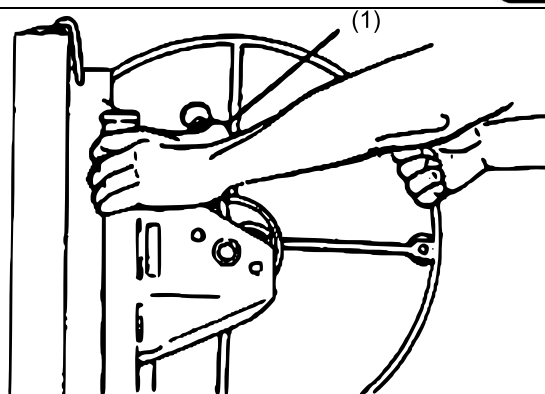

Figure 3
roue du treuil tout en tenant le bras de frein fermement avec votre pouce afin que la roue ne se tourne pas vers l'arrière (1) (Fig. 3).